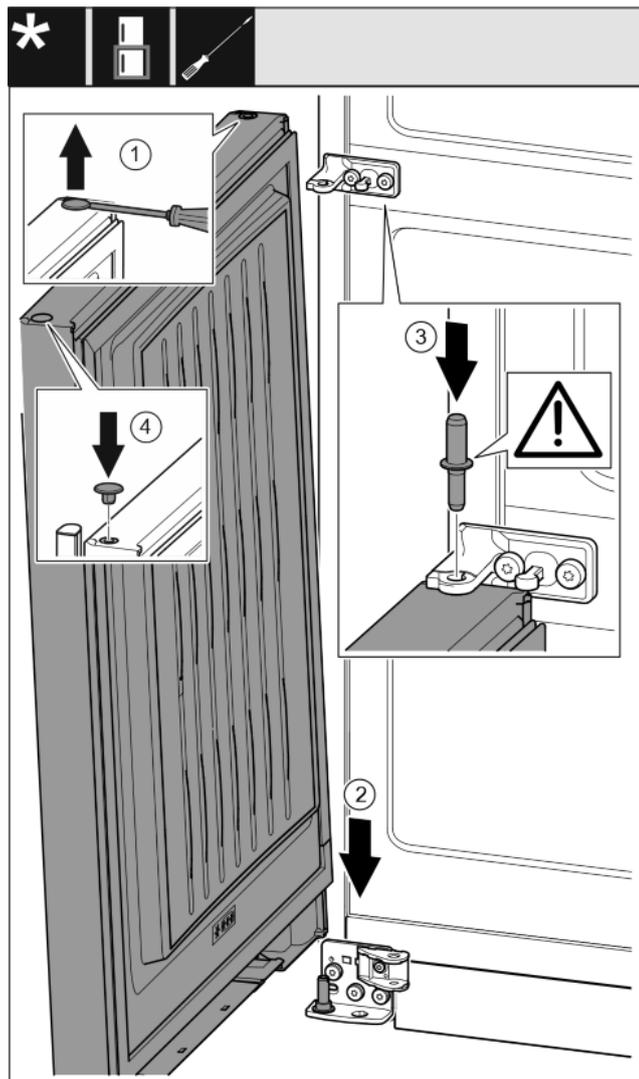

Fig. 32
- ▶ Soulever délicatement le bouchon avec un tournevis plat et le sortir. Fig. 32 (1)
- ▶ Mettre la porte par le haut sur l'axe de palier inférieur. Fig. 32 (2)
- ▶ Mettre en place l'axe de palier du milieu à travers le support de palier du milieu dans la porte inférieure. Veiller à ce que l'ergot d'enclenchement soit orienté en arrière. Fig. 32 (3)
- ▶ Remettre en place le bouchon de l'autre côté de la porte. Fig. 32 (4)